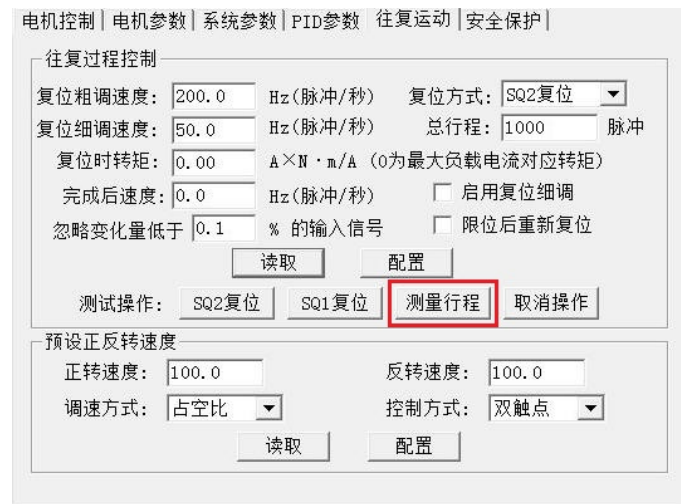

图 3.3 行程学习
- 6) 确保电脑已安装转换器驱动CH340，连接 485 转换器，双击打开驱动器配套的PC机示例程序，找到正确的串口号，设置好波特率和校验方式（通讯默认波特率为 9600bps，检验方式为偶校验，1 位停止位），点击“打开串口”。点击示例程序的往复运动选项卡“测量行程”按钮，如图 3.3 所示，等待驱动器学习完成。在学习时，工作指示灯和故障指标灯将交替闪烁；电机拖动的装置首先会向限位开关 1SQ2/2SQ2 方向移动，当限位开关 1SQ2/2SQ2 触发后，驱动器便确定了行程起点位置，接着电机拖动的装置将会向限位开关 1SQ1/2SQ1 方向移动，当限位开关 1SQ1/2SQ1 触发后，驱动器便确定了行程终点位置。行程数值将自动写入Modbus 的 0x00A2-0x00A3 寄存器（行程控制相关的其它寄存器见 6.3.6 小节），电机将停止转动，行程学习完成；